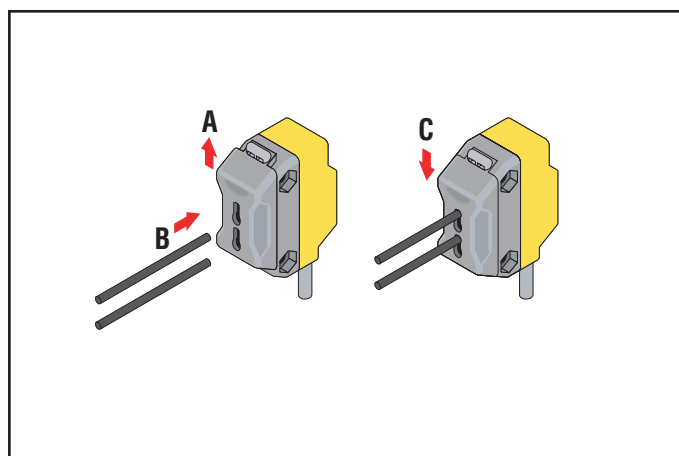

Figura 2. Instalando fibras no sensor óptico de fibra plástica QS18
- A) Destrave o prendedor de fibra como mostrado na Figura 2. Se fibras com núcleo de 0.25 mm ou 0.5 mm estiverem sendo usadas, insira o adaptador de fibra pequena nas portas.
- C) Deslize o prendedor de fibra de volta para travar, como mostrado na Figura 2